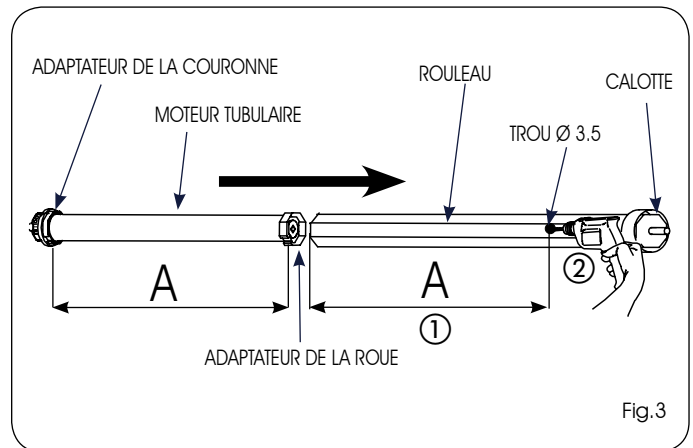

Fig.3
1) Réaliser un trou avec un foret $\varnothing 3$ mm sur le rouleau (Fig.3 réf.②) à la distance A (Fig.3 réf.①), en faisant référence au tableau 1.